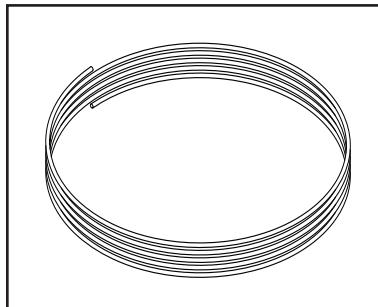
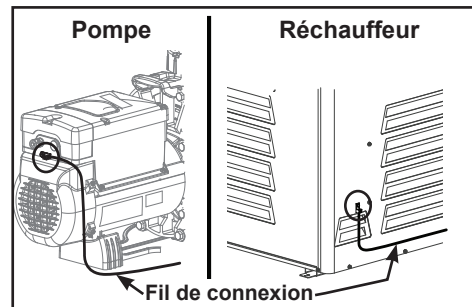

Figure 19. Fil de connexion
Figure 21. Emplacements de l'oreille de fixation
18. Fixer une extrémité du fil de connexion à l'oreille de fixation située en bas du panneau arrière du châssis (Voir Figures 19 et 20). Fixer l'autre extrémité à une liaison électrique commune telle que la pompe de piscine ou le réchauffeur. S'assurer de consulter le manuel de la pompe ou du réchauffeur pour trouver l'emplacement de l'oreille de fixation avant d'effectuer de raccordement. Voir Figure 21 pour les exemples d'emplacements d'une oreille de fixation. Ne pas utiliser le bloc d'alimentation comme point de masse commun. Il ne doit y avoir qu'une seule liaison électrique au bloc d'alimentation. Chaque appareil de la piscine qui n'est pas relié et qui requiert une mise à la terre devra être relié au point de masse commun dans le respect des normes locales.
Le débit maximum pour la cellule est de 348 lpm (92 gpm). Si le débit excède 348 lpm (92 gpm), la cellule DOIT être installée sur la tuyauterie de dérivation (Voir Figure 19). Une soupape de contrôle doit être installée pour contrôler le débit dans la cellule. Il peut être installé du côté aspiration de la cellule ou entre le côté aspiration et le côté refoulement de la tuyauterie de dérivation. Le débit sera rectifié après avoir appuyé sur la poignée de la soupape jusqu'à ce que l'indicateur rouge « No Flow » s'éteigne et les grosses boules d'air disparaissent dans la cellule.
2. Enlever les vis qui fixent le couvercle à la plaque arrière et soulever le couvercle pour dégager les bornes (Voir Figure 19).
5. Fixer l'attache de câble au câble du dispositif de commande tel qu'illustré (Voir Figure 21).